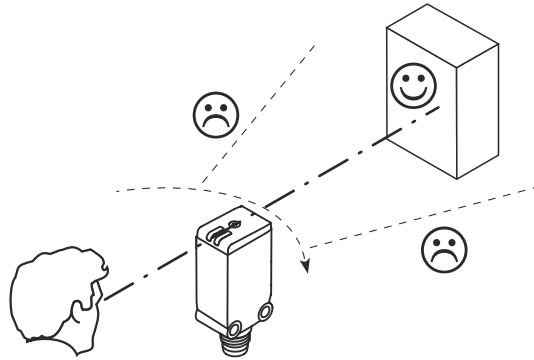

Figura 4: Alineación del sensor
3. Alinee el sensor con el objeto. Seleccione la posición de forma que el haz de luz roja emitido incida en el centro del objeto. Asegúrese de que la abertura óptica (pantalla frontal) del sensor esté completamente despejada, véase figura 4, página 46.